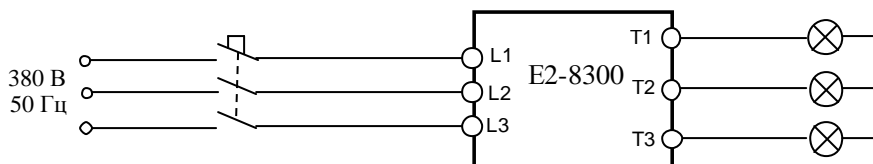

Рис. 4.13. Схема проверки на лампы накаливания.
4.12.1. Подключить преобразователь, как показано на рис. 4.13.